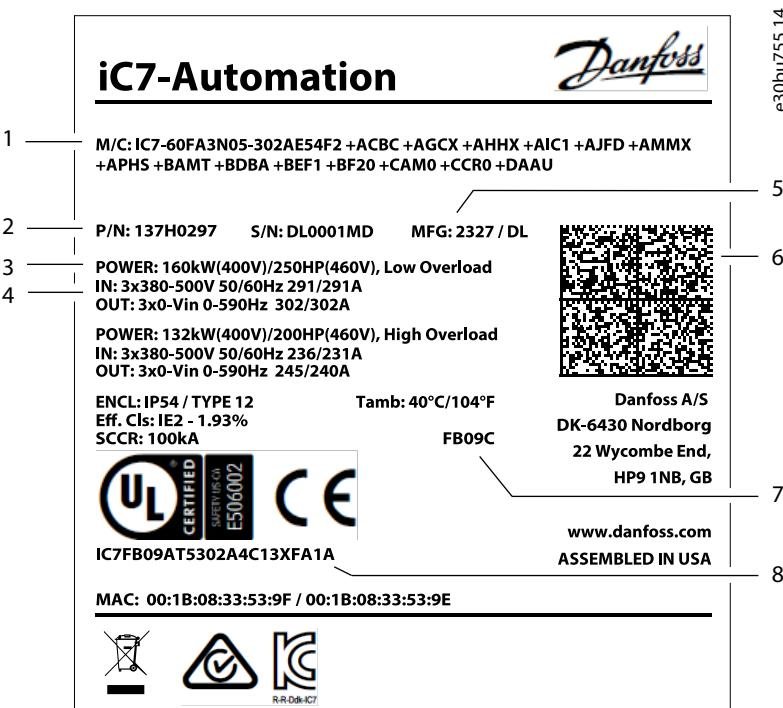

Figura 1: Ejemplo de una etiqueta de producto
1. Identificación del tipo de bastidor. Consulte Figura 1.